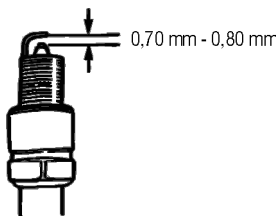

Fig. 25 – folga da vela
- 7 – Para um correto funcionamento, a folga da vela deve estar entre 0,70 mm e 0,80 mm (fig. 25).